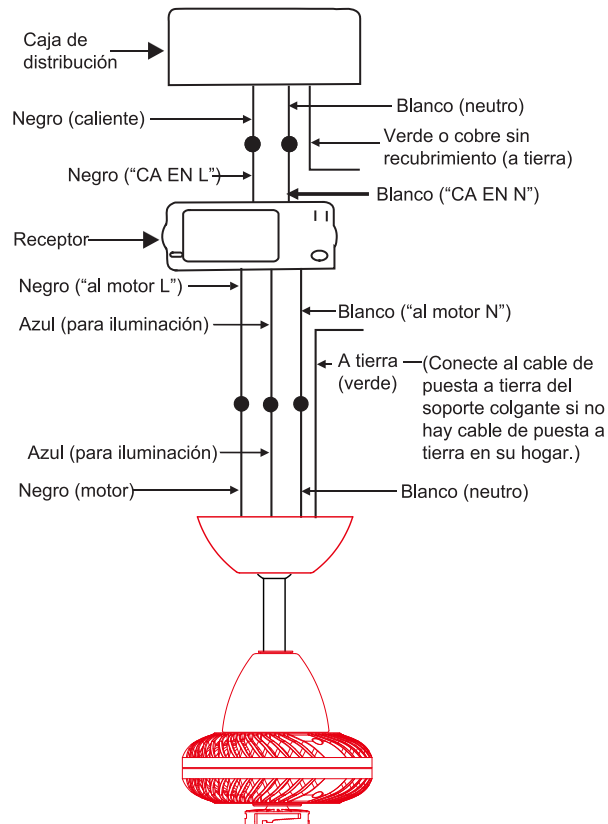

Fig. 13
**Paso 2.** Conexiones eléctricas del motor al receptor: (Fig. 13)
**Paso 3.** (Fig. 13) Conexiones eléctricas del receptor a los cables de alimentación del hogar:
**Paso 4.** (Fig. 13). Si su caja de distribución tiene un cable de puesta a tierra (verde o cobre sin recubrimiento), conéctelo a los cables de puesta a tierra del ventilador; en caso contrario, conecte el cable de puesta a tierra del soporte colgante al soporte de montaje. Asegure la conexión eléctrica con una tuerca de plástico para cable proporcionada. Después de haber conectado los cables, sepárelos de manera que el cable verde y el cable blanco queden de un costado de la caja de distribución y el cable azul y el cable negro queden del otro costado. Empuje con cuidado las conexiones de cables hacia arriba dentro de la caja de distribución.